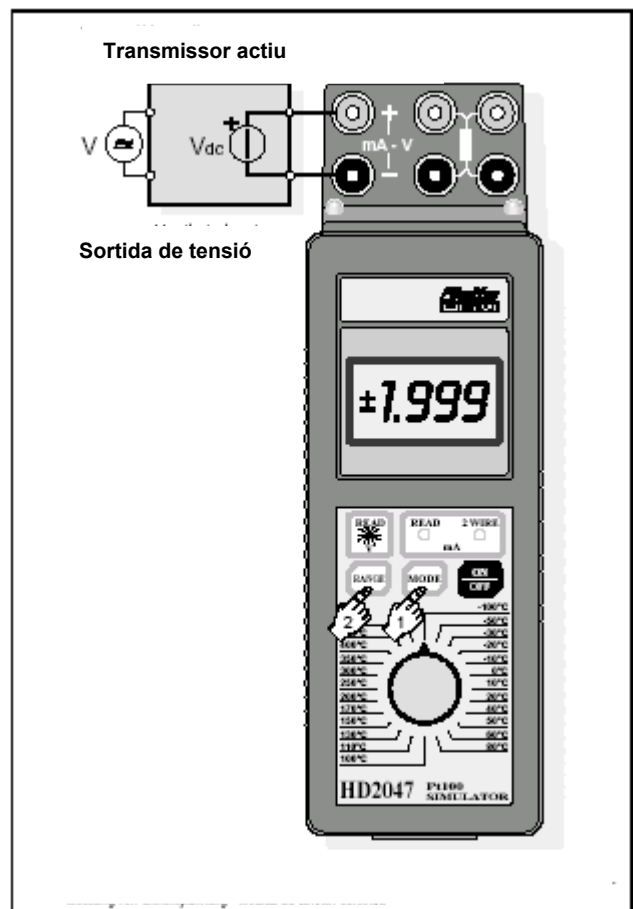

Figura 1 . Mesura de tensió continu.
Procediment (veure figura 1)
- Connectar els cables als borns com s'indica a la figura 1